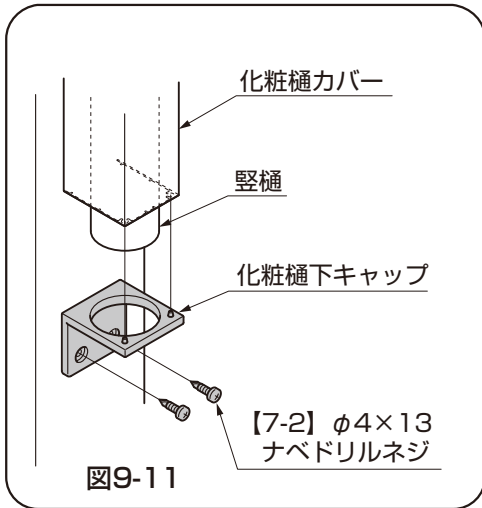

図9-11
- ③ 化粧樋下キャップを豎樋・化粧樋カバーに差込み、柱に【7-2】で取付けてください。(図9-11参照)